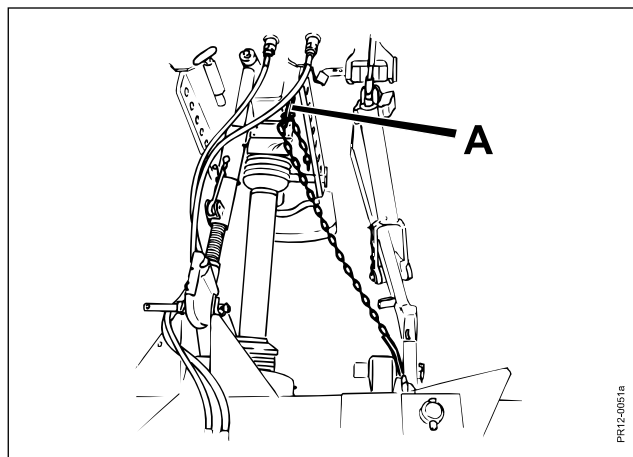

Fig. 2-14
- Fig. 2-14** 9) Hållkättingens längd justeras vid **A**, så att lyftarmarna hålls kvar i det önskade arbetsläget.